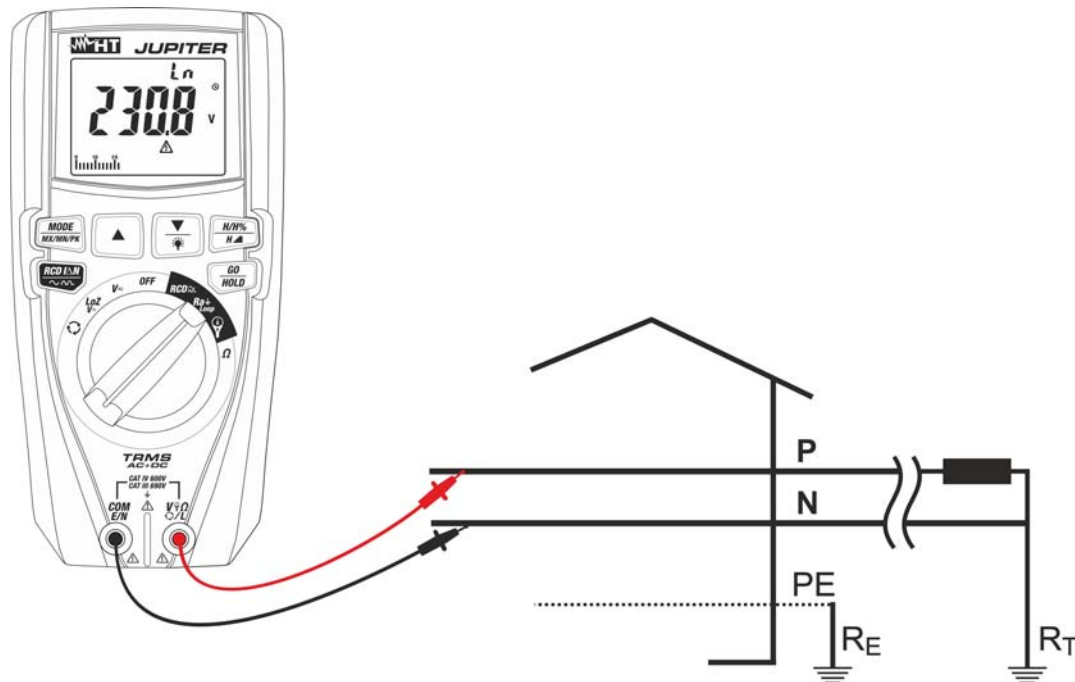

Fig. 26: Uso del instrumento para medida impedancia Bucle L-N con puntas de prueba
8. **Para la medida de Bucle L-N en caso de uso de las puntas de medida** inserte el conductor rojo en el terminal de entrada **V $\Omega$ L** y el conductor negro en el terminal de entrada **COM/E/N** y conecte el instrumento a la instalación en examen (ver Fig. 26). El valor de la tensión Fase-Neutro se muestra en pantalla